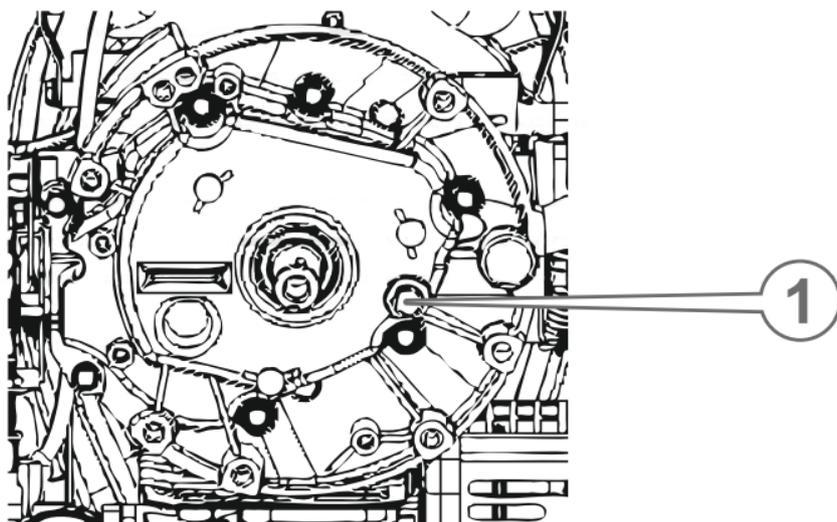

Рисунок 7. Схема розташування зливного отвору моторного мастила.
3. Почистити горловину для заливання мастила в картер двигуна і поверхню навколо зливного отвору (1, рис. 7) від пилу та бруду.
5. Викрутити заглушку зливного отвору (1, рис. 7) картера двигуна.